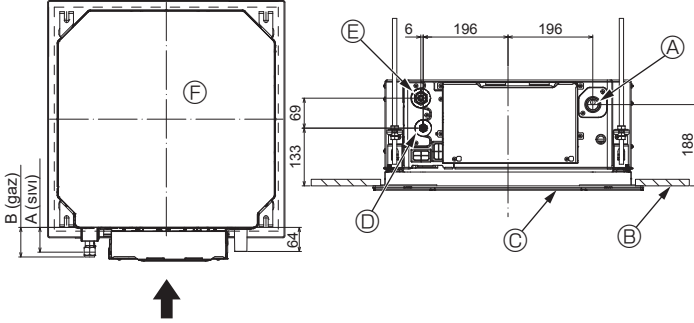

Fig. 5-7
5.4. Soğutma ve drenaj borularının yerleri (Fig. 5-7)